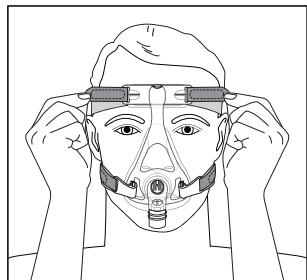

Figure 4
3. **Harnais** - Tirez les languettes en arrière pour ajuster à égalité les sangles inférieure et supérieure (figure 4).